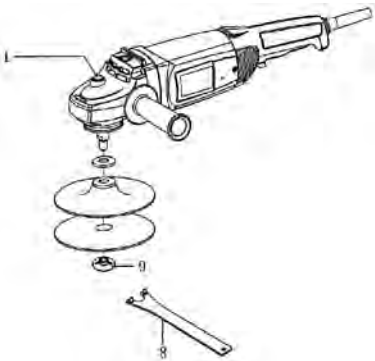

fig. 1 – dibujo demostrativo del procedimiento de fijación de la lija
Asegúrese de que la herramienta esté apagada y con el enchufe fuera del tomacorriente. Para la realización del mantenimiento en el disco de lija, se debe accionar el botón traba (1) para trabar el eje del disco. En seguida inserte la llave de 2 pernos (8) dentro de los dos orificios de la brida (9), gire la llave, afloje la brida del disco y retirela junto con el disco. Para la instalación del disco sólo realice el procedimiento en sentido contrario. Cuando sea instalado el disco debe ser colocado próximo a la superficie, apriete firmemente la tuerca de la brida (9) y el tornillo con la llave 2 pernos (8). El botón traba (1) debe estar siempre presionado durante la instalación, hasta que la tuerca de la brida esté totalmente firme, suelte el botón traba (1) para dejarlo en su posición normal, fig. 1.